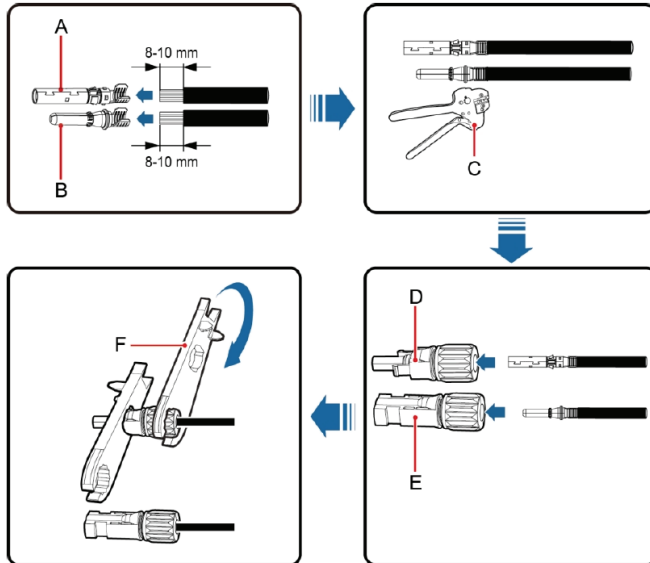

Figure 17: Connecteur MC4 CC et connexion de la chaîne PV
(2) Connectez les câbles de sortie des modules solaires au connecteur CC de l'onduleur comme le montre la Figure 17. Retirez la couche d'isolation du câble CC sur environ 8-10 mm. Insérez la partie conductrice dans la position appropriée du connecteur, sertissez la borne CC MC4 et serrez l'écrou avec un couple de 2,5-3Nm. Assurez-vous que les pôles des modules solaires sont correctement et bien connectés aux connecteurs.